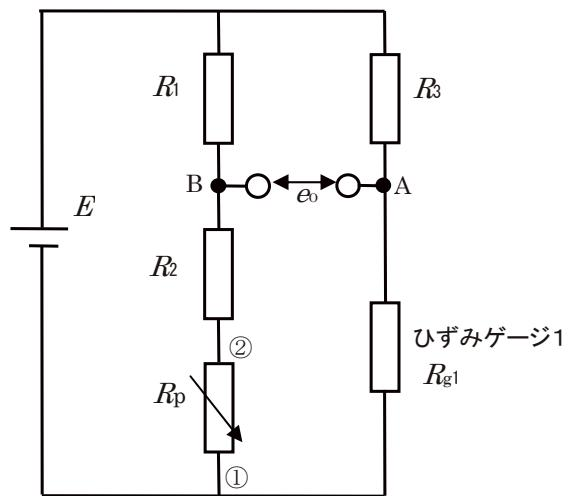

図2-3
(1) 図2-3に示す回路において、AB間の電圧 e_0 を、電源電圧 E 、抵抗 R_1 、 R_2 、 R_3 、可変抵抗 R_p 、ひずみゲージの抵抗 R_{g1} を用いた式で表せ。ただし、電圧はBを基準とする。
(2) ブレッドボード上に、図2-3に示す回路を組む。ここで、抵抗 $R_1=1.1\text{ k}\Omega$ 、 $R_2=1.0\text{ k}\Omega$ 、 $R_3=120\Omega$ である。可変抵抗器はあらかじめ100Ω程度に設定しておく。
デジタルマルチメータを直流200mVのレンジにして、図2-3中のAB間の電圧 e_0 を測定し、0Vになるように可変抵抗器 R_p を調節する。